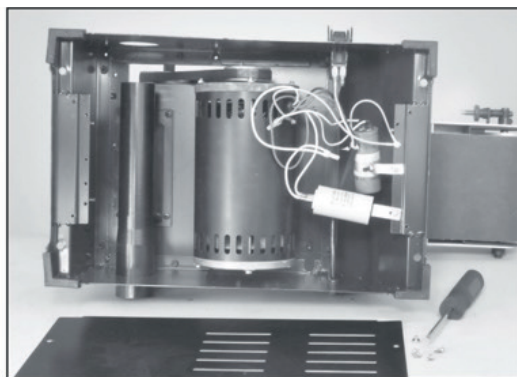

Рис. 19.
8. Осторожно наклоните шлифовальную машину в сторону, чтобы избежать каких-либо повреждений машины. Отвинтите четыре фиксирующих винта и снимите крышку основания (рис. 19).